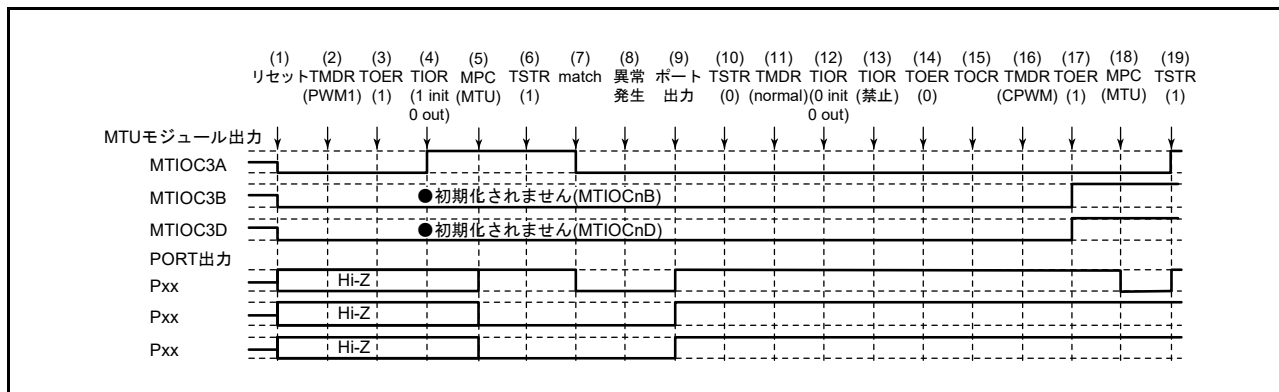

図 19.153 PWM モード 1 で異常が発生し、相補 PWM モードで復帰する場合
PWM モード 1 で異常が発生し、再設定後相補 PWM モードで再スタートする場合の説明図を図 19.153 に示します。
(1) ～ (14) は図 19.153 と共通です。
(15) TOCR1A、TOCR2A レジスタでリセット同期 PWM の出力レベルと周期出力の許可 / 禁止を選択してください。
(16) リセット同期 PWM を設定します。
(17) TOERA レジスタで MTU3、MTU4 の出力を許可してください。
(18) MPC と I/O ポートのポートモードレジスタ (PMR) で MTU 出力としてください。
(19) TSTRA レジスタで再スタートします。